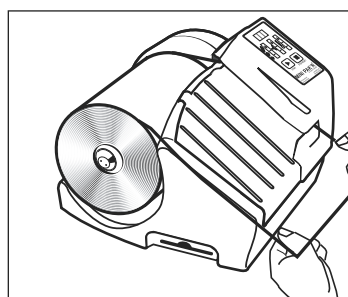

Figure 5
- Pour faire avancer le film automatiquement : Faites passer le film le long du tube de remplissage d'air jusqu'à ce qu'il s'arrête. (Voir Figure 5)